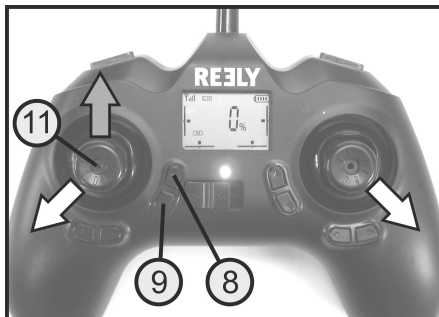

Figure 16
Déplacez le levier de commande de gauche vers le coin inférieur gauche et le levier de commande droit vers le coin inférieur droit (voir flèche blanche à la figure 16). Les rotors se mettent à tourner.
Si vous déplacez maintenant le levier de commande pour la fonction de Pas et Arrière (voir figure 1, pos. 9) vers le haut (voir flèche grisée à la figure 16), la vitesse du rotor principal augmente et l'hélicoptère décolle. Lorsque l'altitude de vol souhaitée est atteinte, ramenez le levier de commande pour la fonction de Pas et Arrière en position centrale.
Lorsque l'hélicoptère est en vol stationnaire, appuyez brièvement sur le bouton-poussoir pour la fonction d'atterrissage/d'arrêt (voir aussi figure 16, pos. 9). La vitesse du rotor principal de l'hélicoptère baisse alors jusqu'à ce qu'il perde de l'altitude et se pose automatiquement. Pendant le processus de charge, l'hélicoptère est toujours contrôlable et le point d'atterrissage peut être corrigé si nécessaire. Après l'atterrissage de l'hélicoptère, les rotors s'arrêtent automatiquement. Pendant l'atterrissage automatique, les LED de l'hélicoptère clignotent.
L'atterrissage automatique peut être annulé à tout moment. Pour ce faire, il suffit de déplacer légèrement le levier vers le haut pour la fonction de Pas et Arrière (voir fig. 16, pos. 11). L'hélicoptère cesse alors de descendre et se met en vol stationnaire à l'altitude actuellement atteinte.
Déplacez le levier de commande pour la fonction de Pas et Arrière (voir figure 16, pos. 11) vers le bas jusqu'à ce que l'hélicoptère perde lentement de l'altitude. Lorsqu'il est de nouveau sur les patins d'atterrissage, maintenez le levier dans la position la plus basse jusqu'à ce que les rotors s'arrêtent.
Comme l'hélicoptère dispose d'une stabilisation en altitude active, la compensation du tangage n'est pas nécessaire. Pour cette raison, les boutons de trim non utilisés peuvent être utilisés, entre autres, pour la fonction de décollage et d'atterrissage automatique (voir figure 16).